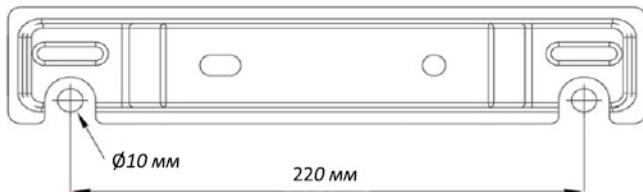

Рис. 1
- Обязательно используйте для установки аксессуары из комплекта поставки (рис. 1).
1. После выбора места установки ЭВН определите положение двух установочных отверстий для анкерных крюков (рис. 1).